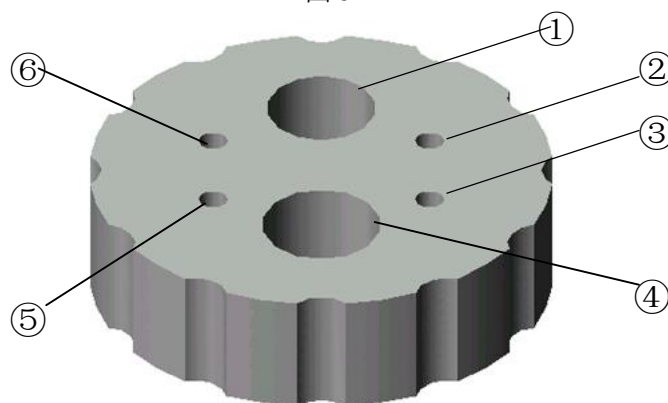

图 5-5
其次是滴定池上盖上各部件的安装,如图 5-5 上位置所示,将电极、进样口、液管等组件安装在滴定池上盖上。
将电极套上密封圈后，插到滴定池上盖的电极插孔（如图 5-5 上①的位置）中，再将电极导线的端头安装在仪器后面板对应的接口上。